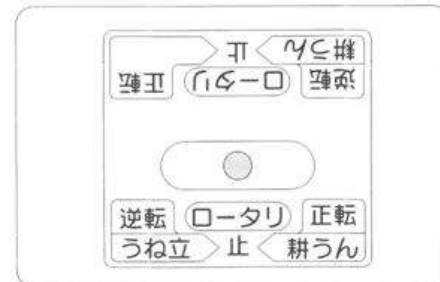

図7
- ③ ロータリーチェンジレバーを「止」位置にします。(図7)